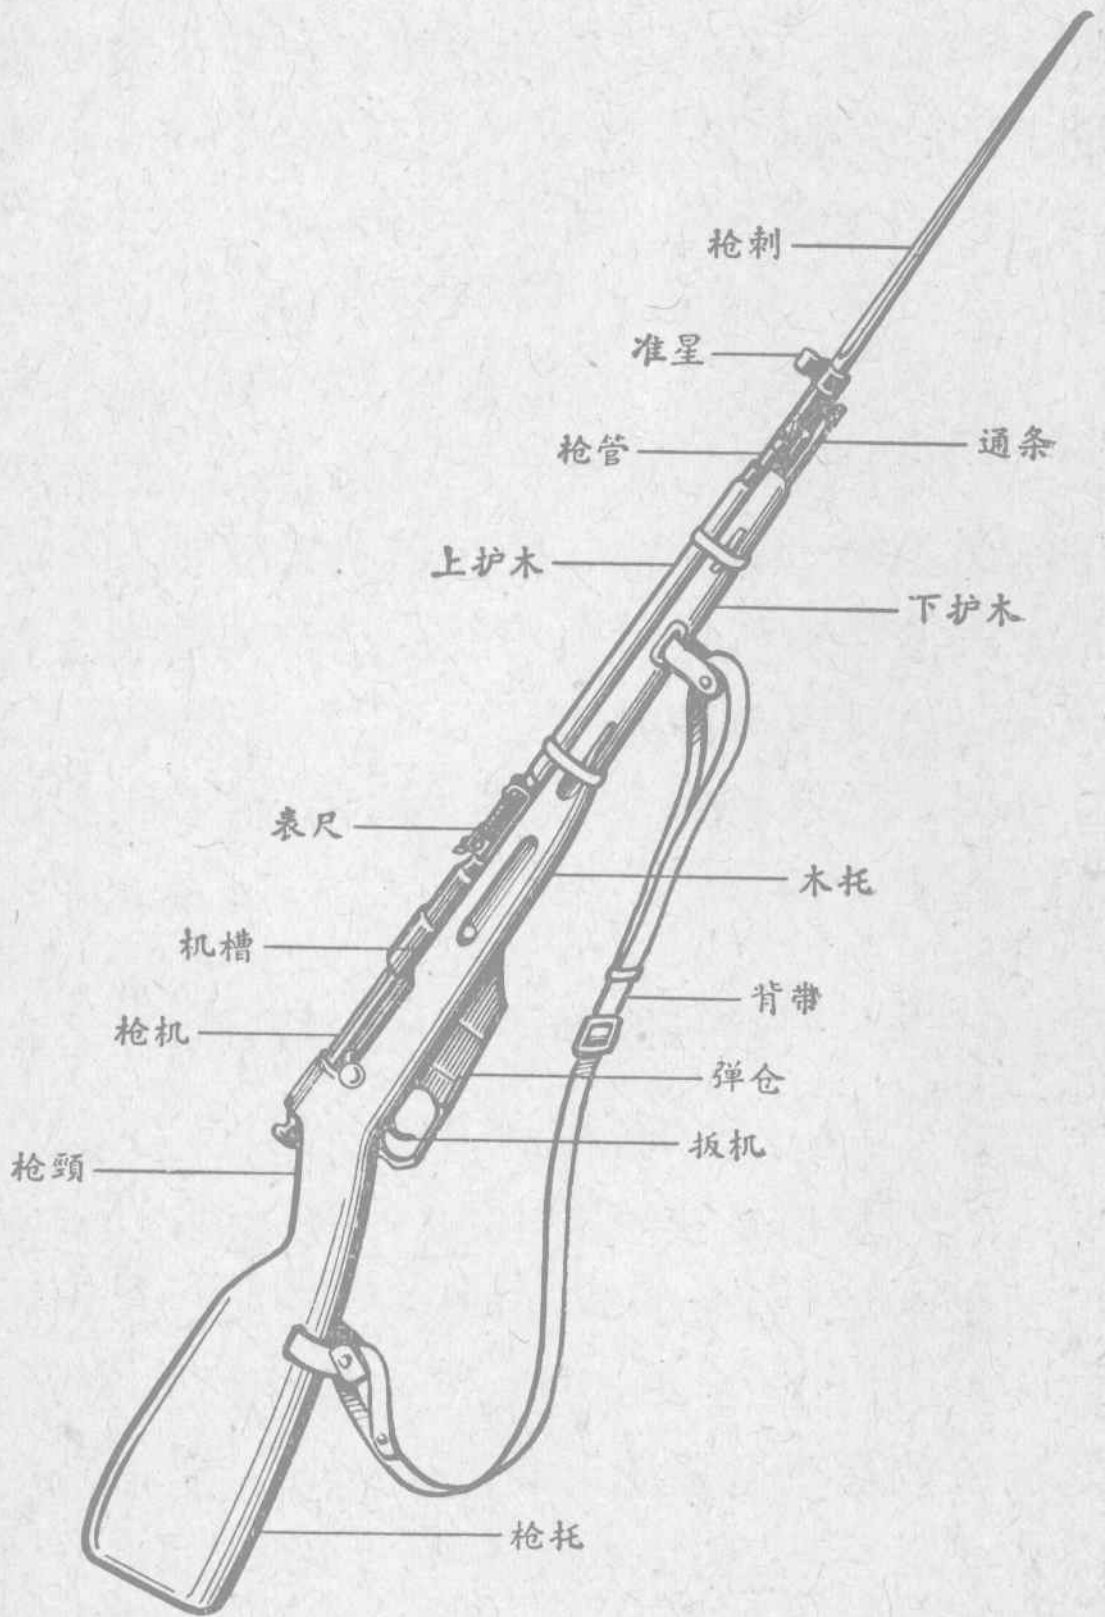

图1 七·六二騎枪
这种騎枪是我国从 1953 年开始制造的，它的口径为 7.62 毫米，所以叫做(五三式)七·六二騎枪(图 1)。另外还有一种七·六二步枪，它和騎枪的区别是重量和枪管长度不同，步枪的全重 4.5 公斤，带枪刺的全长为 1660 毫米；此外，它的枪刺是可拆卸的，而騎枪是折叠式，其
⑤木托: 用以把枪的各部机件連結在一起,便于携带和操作(参看图1)。
⑥枪刺和附件: 枪刺用于白刃战时刺杀敌